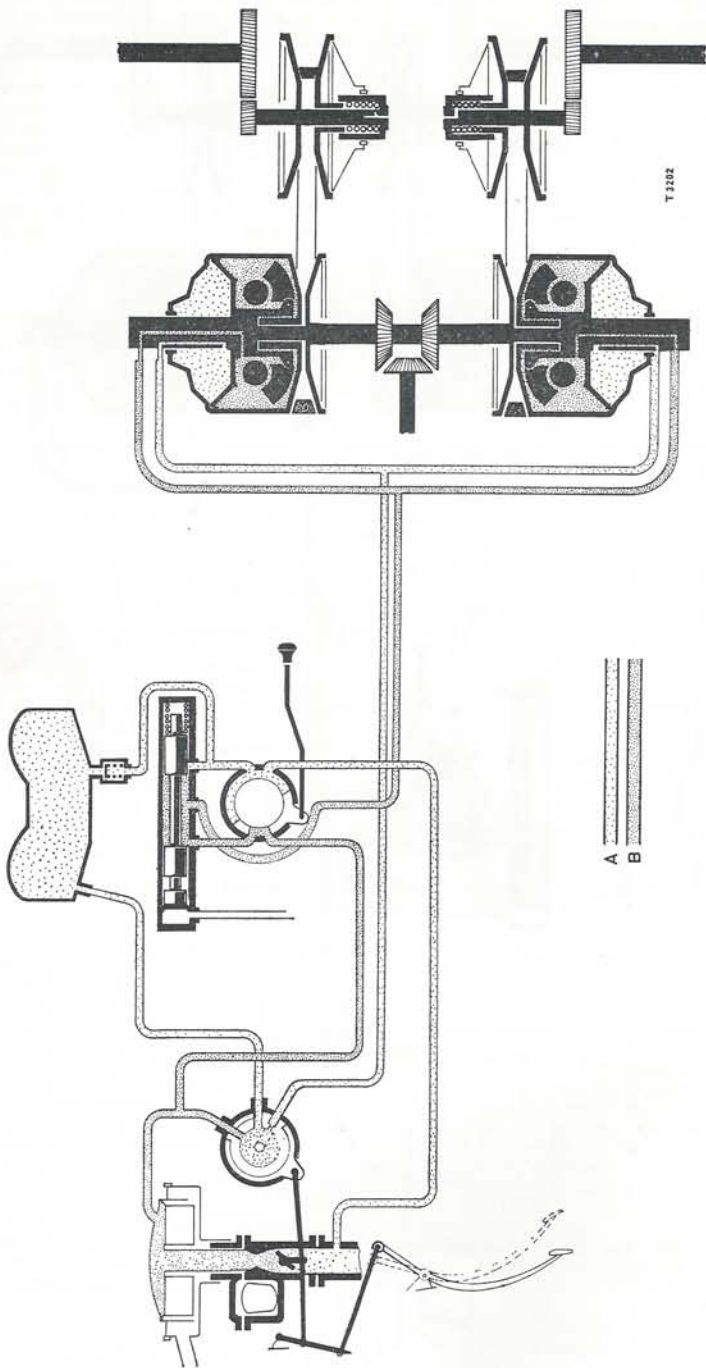

Fig. 2.
*2. Tussenstand van het gaspedaal (fig. 2):* Bij een snelheid van  $\pm 20$  km/h, waarbij de stand van de gasklephefboom veranderd is, is de stand van de hefboom van de roterende vacuümklep dienovereenkomstig veranderd. De middelste en onderste pijpjes zijn als gevolg hiervan doorverbonden, het bovenste pijpje is afgesloten.